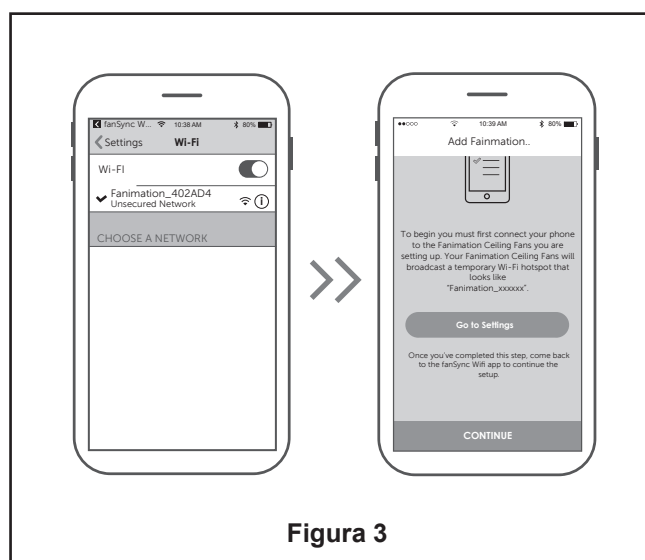

Figura 3
- ☐ 3. Seleccione el dispositivo Fanimation_XXXXXX y pulse “CONTINUAR”. (Figura 3)